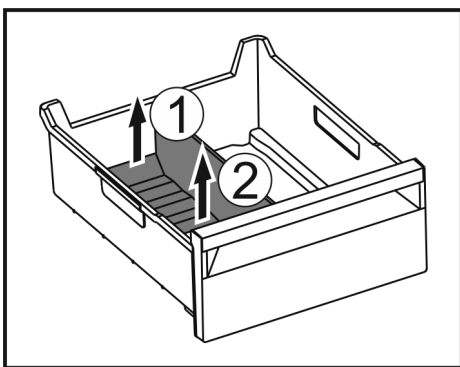

Fig. 147
- ▶ Hinteren Teil des Eisfach-Trenners anheben. Fig. 147 (1)
- ▶ Eisfach-Trenner nach oben entnehmen. Fig. 147 (2)